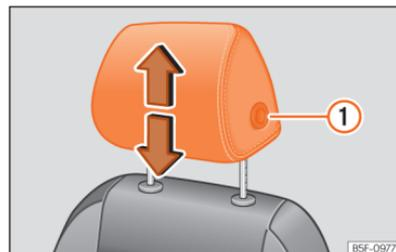
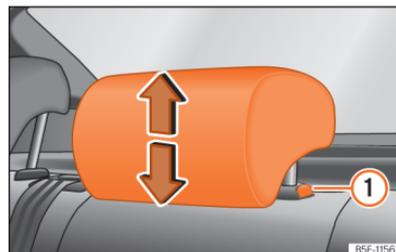

Fig. 72 Banco dianteiro: regulação do encosto de cabeça.
Fig. 73 Encosto de cabeça traseiro: ajuste do encosto de cabeça.
- Agarre o encosto de cabeça com ambas as mãos pelos lados e empurre para cima até o encaixar na posição desejada. Para baixá-lo, proceda da mesma forma, pressionando o botão lateral ① »» Fig. 72 , »» Fig. 73.